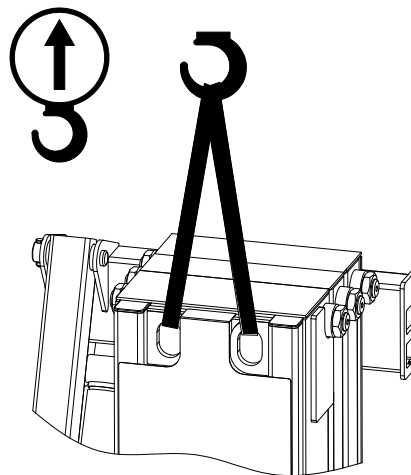

Figure 4-10. Levage de la Machine
- Fixer les élingues/chaînes aux DEUX anneaux de levage comme indiqué Figure 4-10.